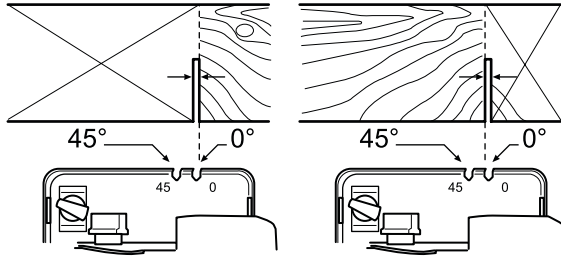

Fig. 11
- > Tenga en cuenta el borde de corte cuando corte sobre líneas marcadas. No corte directamente sobre la línea si no próximo a ella (Fig. 11).